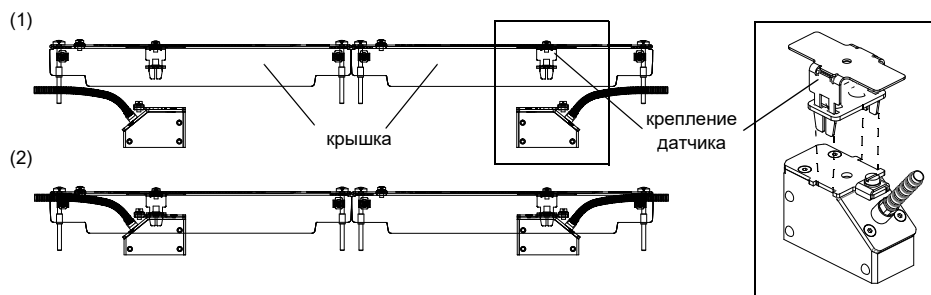

Рис. 8.26: Датчики в крышке
- Крепко вдавите датчики в крепление датчика в крышках так, чтобы датчики зафиксировались ((каждый датчик устанавливается в отдельном креплении датчика). Кабели датчиков направлены в противоположные направления (смотри Рис. 8.26).